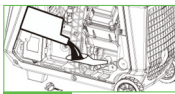

Abb. 2
- Füllen Sie 0,45 l Motoröl ein. (Siehe Tabelle mit den empfohlenen Ölen, Abb. 4) (Abb. 2)